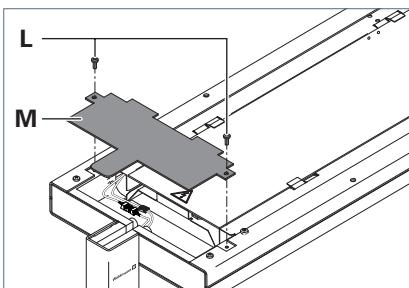

Fig. 7: Abdeckung montieren.
- ▶ Setzen Sie die Abdeckung **M** auf den Leuchtenkopf, siehe Fig. 7.